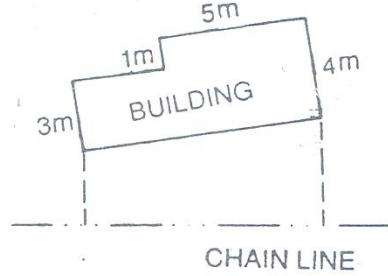

Fig. 2.13
- که چيرته تعمير کو چني وي دهغې کنجونه د مايل يا عمودي افست پواسطه باندې رسمېږي او نور نقاط په مستقيم ډول سره اندازه کوو او په ساحوي کتاب کېي ليکو. د fig 2.13 شکل مطابق